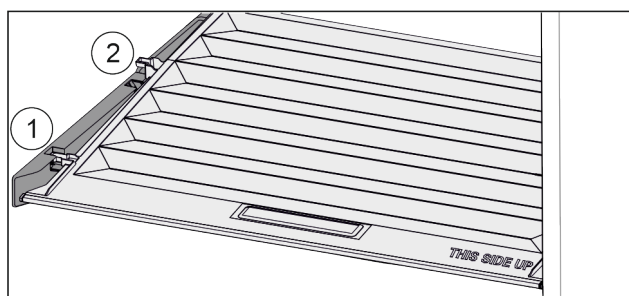

Fig. 115
- Poklopac do otvora u pridržnim dijelovima povucite prema naprijed Fig. 115 (1).
- Podignite ga odozdo sa stražnje strane i izvadite prema gore Fig. 115 (2).